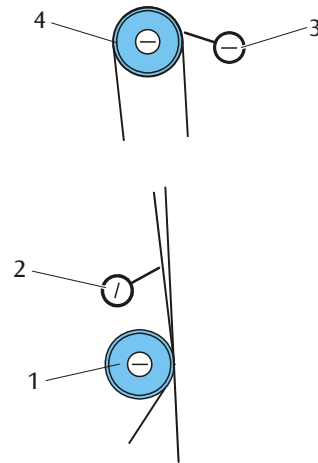

Fig. 1: Positionnement des lames (1 Galet presseur, 2 lame inférieure, 3 lame supérieure, 4 Galet de renvoi)
- Orienter les lames comme le montre la figure 1. Les approcher aussi près que possible de la bande, mais sans la toucher.